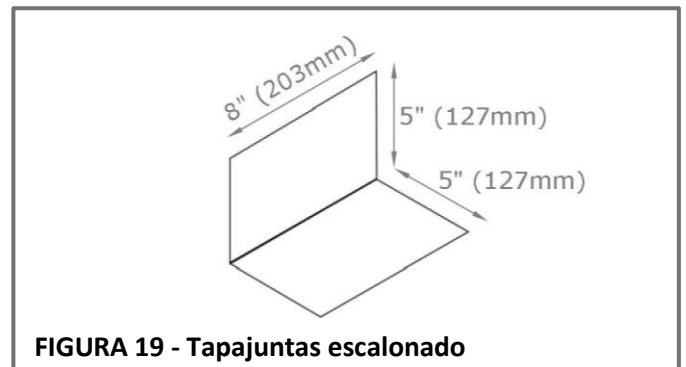

FIGURA 19 - Tapajuntas escalonado
- F-WAVE recomienda usar metal para tapajuntas escalonado de **10" x 8" (254mm x 203mm)**. Vea la **Figura 19**.